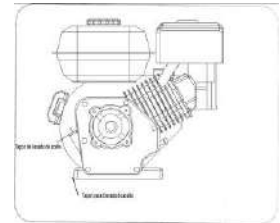

Figure 28
2. Dévisser le bouchon de remplissage du tube de remplissage et essuyer la jauge. Voir la figure 28.